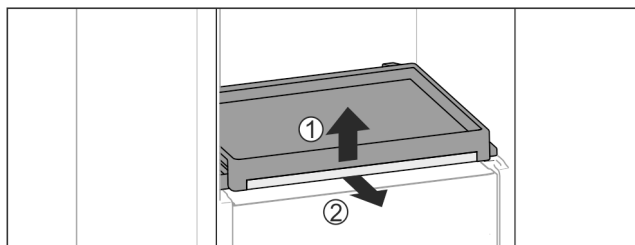

Fig. 31
- ▶ Uitschuifplateau met glasplaat eruit halen: Glasplaat aan de voorkant licht omhoog tillen Fig. 31 (1) en vanaf de voorkant eruit trekken Fig. 31 (2).